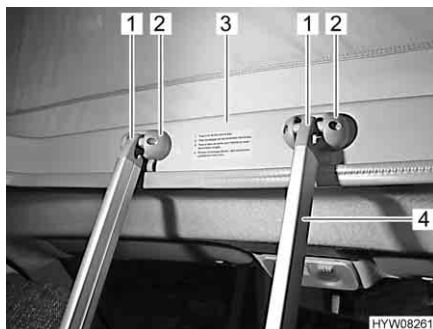

Fig. 35 Scaletta di accesso (Fiat)
Per accedere al letto sul tetto a soffietto utilizzare sempre la scaletta di accesso (Fig. 35,4) montata di serie.
- Agganciare la scaletta con i due archetti (Fig. 35,1) nelle graffe (Fig. 35,2) del telaio (Fig. 35,3) del tetto a soffietto.